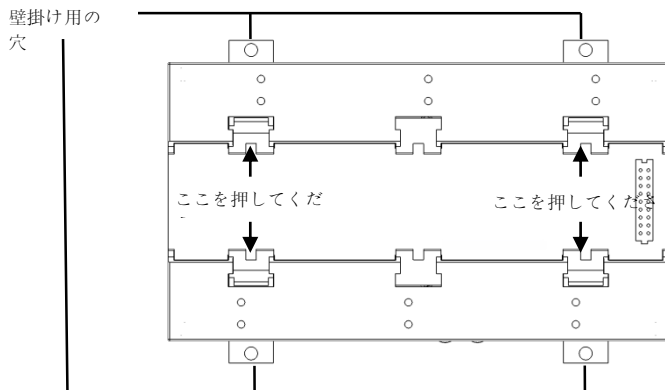

図 4: クリップが開いた状態
- 3 図 4 のようにクリップを開いたまま本デバイスを壁にあてます。クリップの穴の場所に印を付け、4mm 径のドリルビットを付けたドリルで穴を開けます。